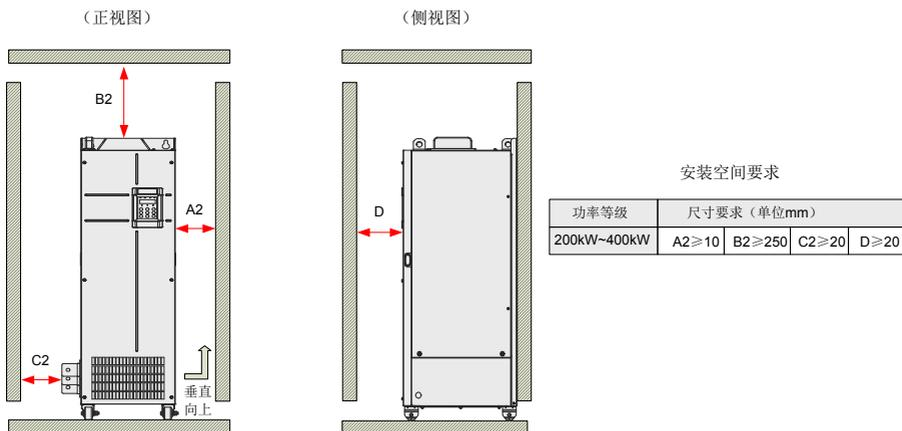
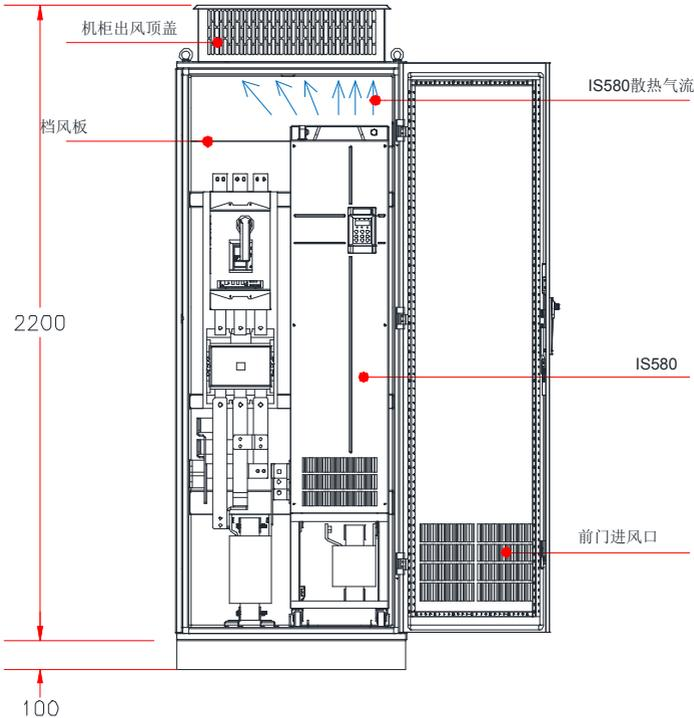
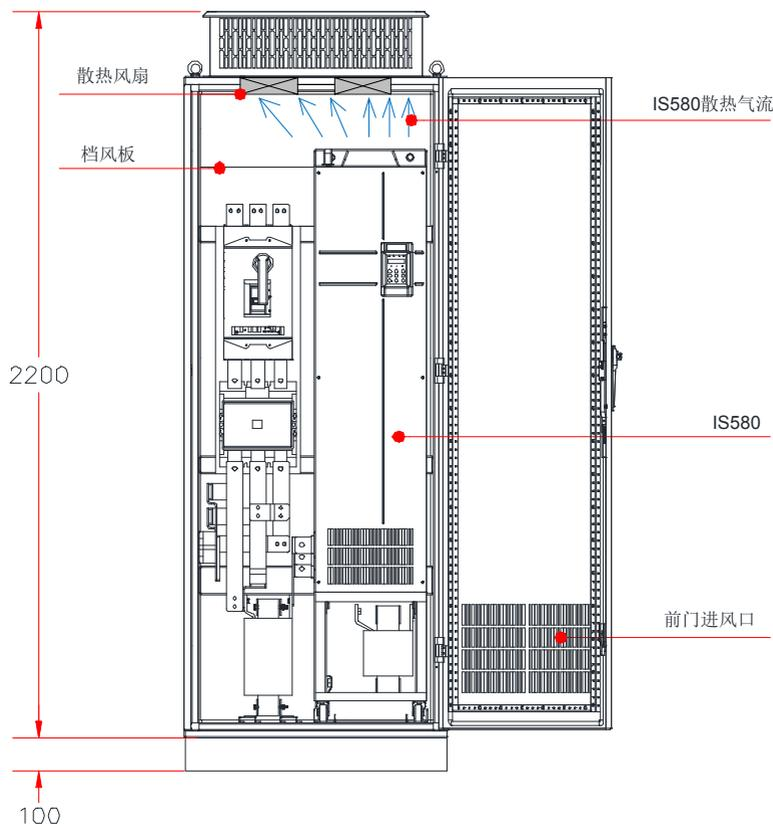

图 3-3 单台机器【IS580T370-R1~IS580T720-R1】安装空间
图 3-12 直排风机柜示意图
图 3-13 顶部风扇抽风机柜示意图 ( 机柜顶部带抽风风扇 )
- 安装空间要求如图 3-3 所示，需要保证驱动器有足够的散热器空间，预留空间时请考虑柜内其它器件的散热情况，如图 3-12、图 3-13；